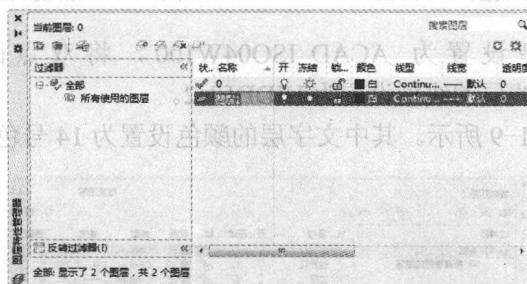

图 1-4 新建图层
- 单击“图层”面板中“图层特性”按钮，弹出“图层特性管理器”对话框。单击对话框中的“新建图层”按钮或按〈Enter〉键，则新建一个图层，系统默认该图层的名称为“图层 1”，如图 1-4 所示。